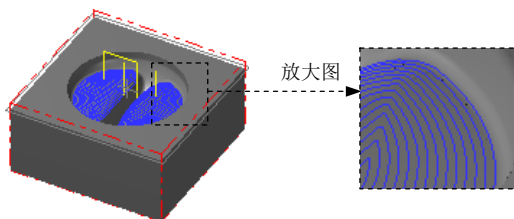

图 4.20 刀具路径
Step6. 单击“曲面精加工浅平面”对话框中的 按钮，同时在图形区生成图 4.20 所示的刀具路径。